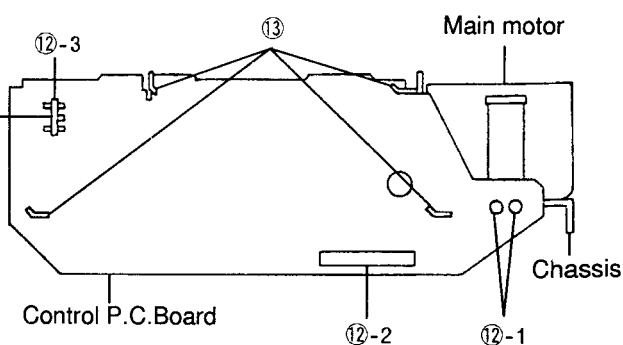

Figure 10
(1) After removing the belt, remove solder ⑫-1, and remove the wire flat (2P) from the control P.C.Board as shown in Figure 10.
② Since the wire flat is very easily damaged, handle it with care.
③ Fasten the two screws with a fastening torque of 2kg.cm.
(1) ベルトを外した後、半田⑫-1を外し、ワイヤーフラット (2P) をコントロール基板より外します。(図10参照)
- (1) Remove four solders ⑫ and remove the head P.C.Board and the two wire flat as shown in Figure 10.
- (2) Remove four claws ⑬ and remove the P.C.Board as shown in Figure 10.
- (3) After replacing the old P.C.Board with a new one, mount it following the removal steps in the reverse order.
- (1) 4ヶ所の半田⑫を外し、ヘッド基板と2本のワイヤーフラット（2P）、（10P）をそれぞれ外します。（図10参照）
- (2) 4ヶ所のツメ⑬を外し、コントロール基板を外します。（図10参照）
- (3) 良品のコントロール基板と交換後、取り外し方の逆の手順で基板を取り付けます。